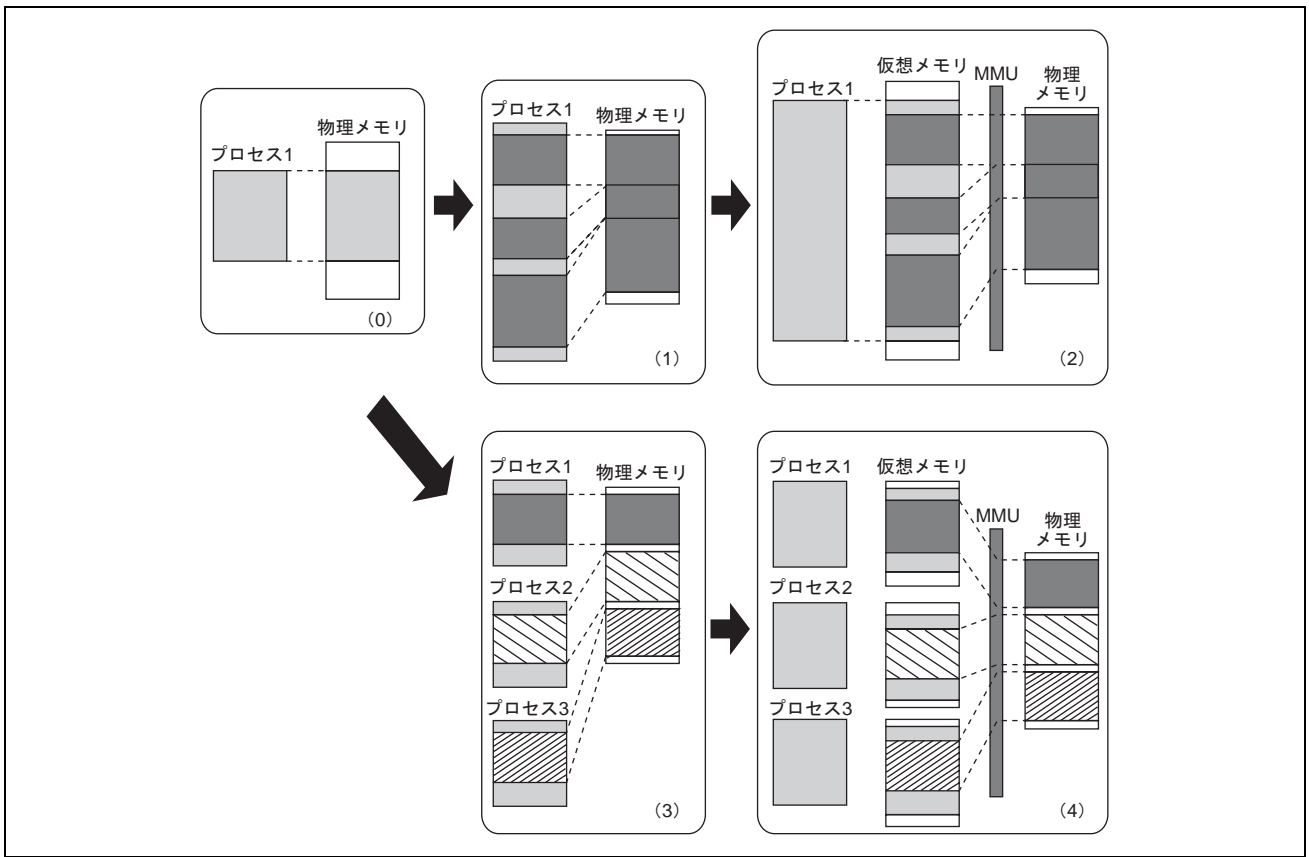

図 7.1 MMU の役割
MMUとは物理メモリを有効に利用するために考え出された機能です。図 7.1 (0) に示すように、プロセスのサイズが物理メモリより少ない場合、プロセスのすべてを物理メモリへマッピングすることが可能です。しかしプロセスのサイズが増大し、物理メモリに収まらない場合、プロセスを分割して実行に必要な部分を随時物理メモリへマッピングする必要性が生じます (図 7.1 (1))。この物理メモリへのマッピングをプロセス自身が考えながら実行している場合は、プロセスにかかる負担が増大します。この負担を軽減するために物理メモリへのマッピングを一括して行おうとして生まれた考え方が仮想記憶方式です (図 7.1 (2))。仮想記憶方式では物理メモリに比べて十分に大きな仮想メモリを用意します。プロセスはこの仮想メモリにマッピングされます。このためプロセスは仮想メモリ上での動作だけを考えていけばよくなります。仮想メモリから物理メモリへのマッピングには、MMU が用いられます。通常、OS が MMU を管理しており、プロセスが必要とする仮想メモリを円滑に物理メモリへマッピングできるように物理メモリの入れ換えを行います。物理メモリの入れ換えは2次記憶などとの間で行われます。
こうして生まれた仮想記憶方式は、複数のプロセスが同時に走行するタイムシェアリングシステム (TSS) の上で威力を発揮します (図 7.1 (3))。TSS 上で走行する複数のプロセスが、おのおの物理メモリへのマッピングを意識しながら動作していたのでは効率が上がりません。この効率を上げ、各プロセスの負担を減らすために仮想記憶方式は使われます (図 7.1 (4))。この仮想記憶方式ではプロセスごとに仮想メモリが割り当てられます。MMU は複数の仮想メモリを効率よく物理メモリへマッピングする働きをします。さらに、あるプロセスが別のプロセスの物理メモリに誤ってアクセスしないように、MMU には記憶保護の機能も備わっています。